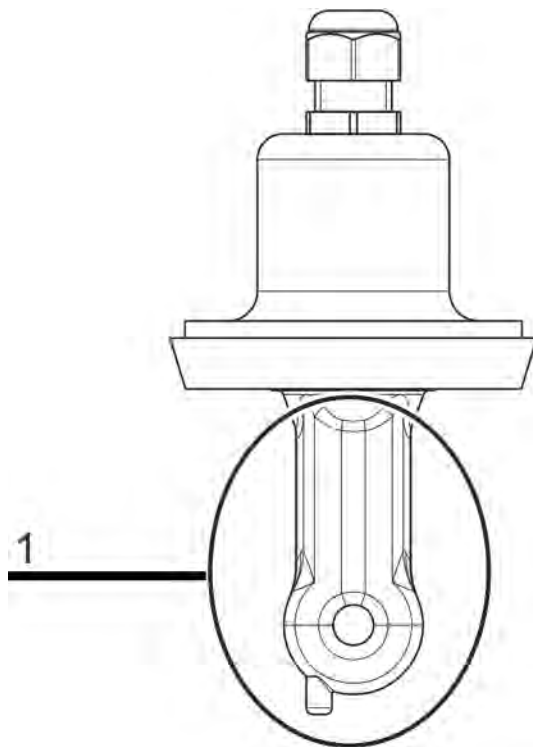

Abb. 74: Sensorkörper eines Ci-Sensor (Pos. 1)
3. ▶ Platzieren Sie den Sensor so, dass der Sensorkörper frei in der Luft hängt. (Siehe Abb. 74 .)